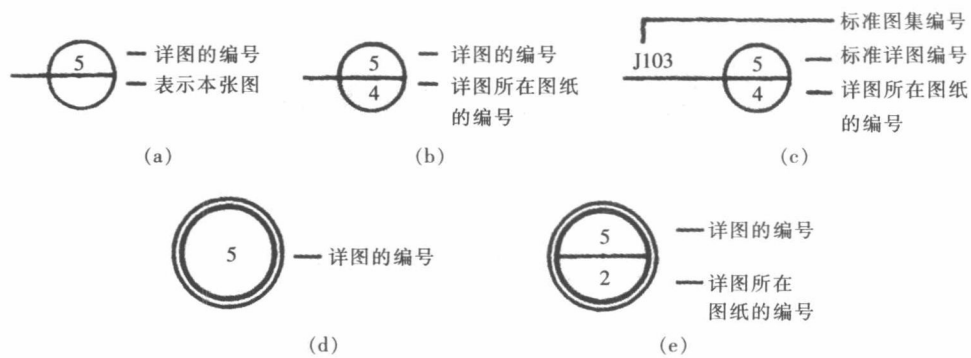

图 1-1 详图索引标志和详图标志
(1)所索引的图在本张图上时,表示方法见图 1-1(a);所索引的详图不在本张图上时,表示方法见图 1-1(b);索引的图纸采用标准详图时,须在中间横线左上方写上标准图代号,如图 1-1(c)所示,即查阅该 J103 标准图集的第 4 号图中的第 5 号详图。
(2)详图的本身标志,采用双圆圈表示,外细内粗,外径 16mm,内径 14mm,如图 1-1(d)、(e)所示,其中(d)为在本图纸上。